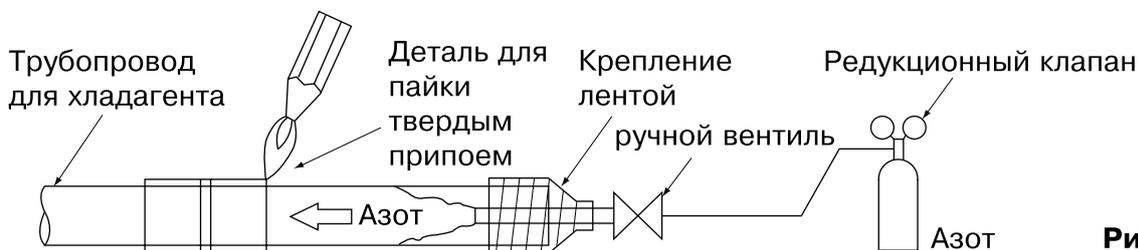

Рис. 14
- Если пайка выполняется одновременно с подачей в трубопровод азота, азот необходимо довести с помощью редукционного клапана до 0,02 МПа. **(См. рис. 14)**